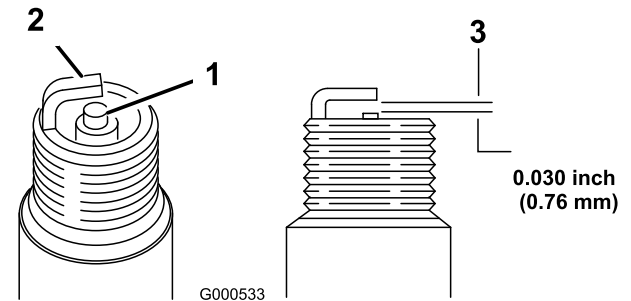

図 52
1. 中央の電極部 (図 52) を観察する。
2. すきまゲージでエア・ギャップの点検を行い、隙間の大きさが適切でなければ側面の電極を注意深く曲げて調整する (図 52)。